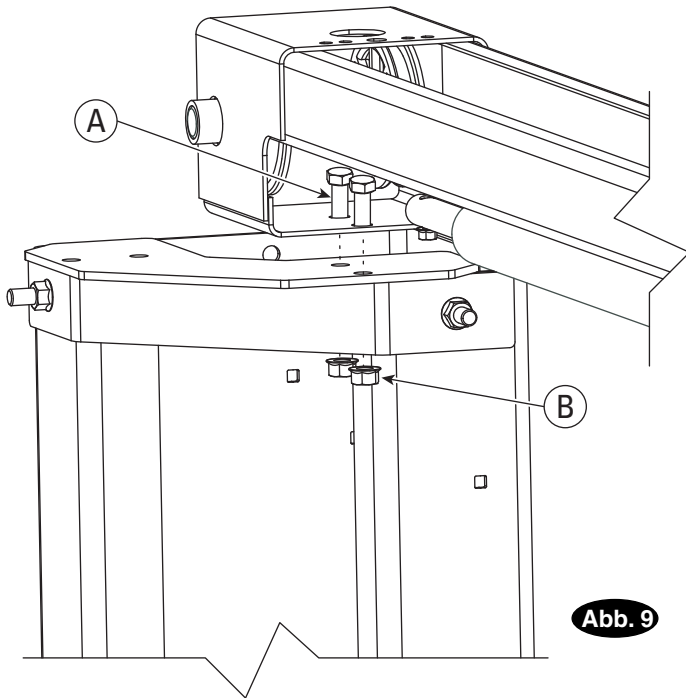

Abb. 9
Mit je einer Leiter an jeder Säule positionieren zwei Personen die Overhead-Baugruppe an die Säulenhaltungen und ziehen sie mit (2) M10 x 20mm HHCS und (2) M10 Sicherheitsmuttern fest (Abb.9). Schrauben in der Mitte der Overhead-Baugruppe anziehen.